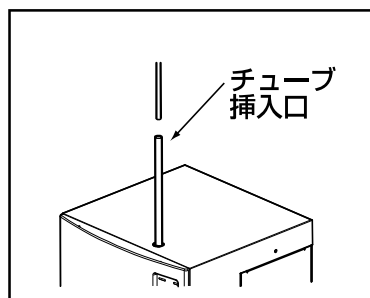

図8
- 本体上面のチューブ挿入口から、チューブの先が挿入口の底に当たるまで押し込んでください。 図8 参照